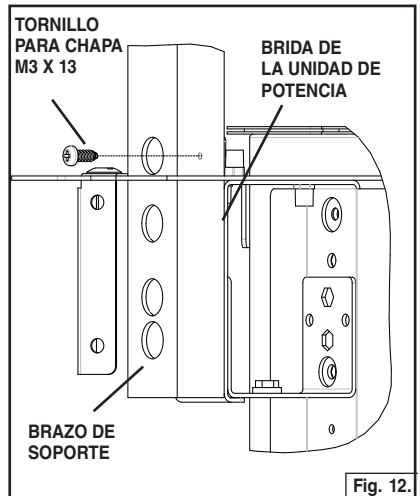

Fig. 12.
6. Fije el brazo a la brida de la unidad motriz con (1) tornillo para chapa M3 x 13 mm. Fig. 12.